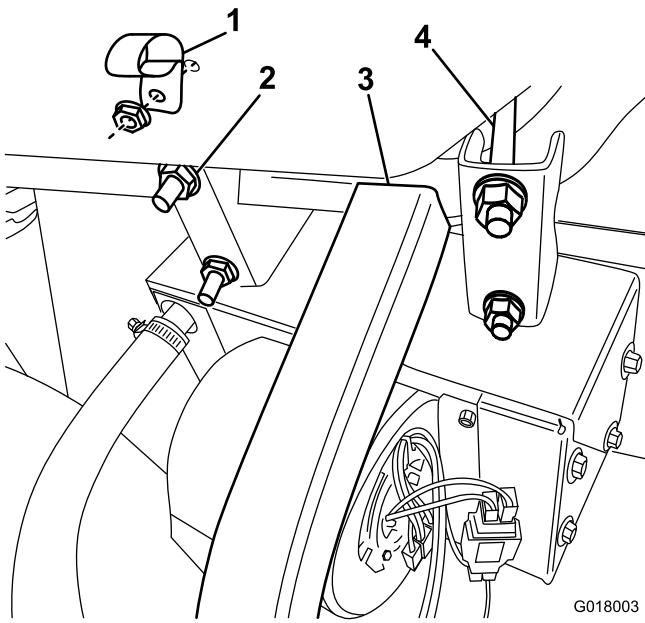

Figura 16
3. Fissate il riscaldatore e il gruppo staffa sul tubo della struttura anteriore e posizionate a contatto con la struttura a U, utilizzando i bulloni a U quadrati e i dadi flangiati in dotazione (Figura 16).
- 4. Fissate la fascetta fermacavi a R al vano portaoggetti con una vite a testa flangiata e un dado (Figura 16).